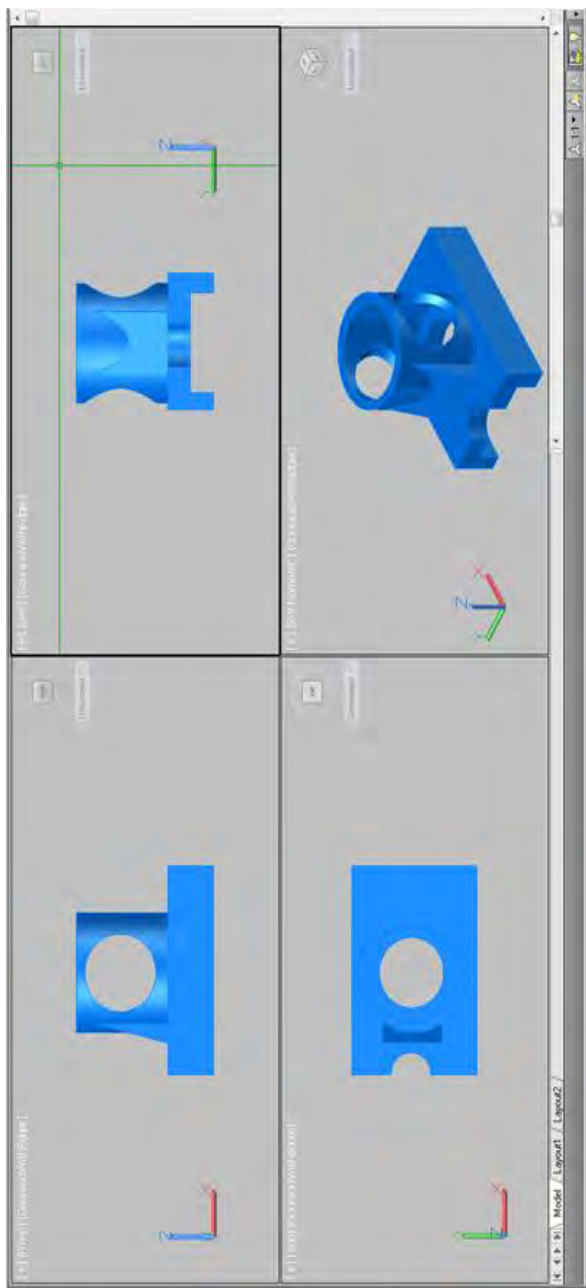

Рис. 5.12. Пример выполнения работы «Чертеж комбинированной фигуры с разрезами»
- построение модели комплексной фигуры (пример – рис. 5.12).